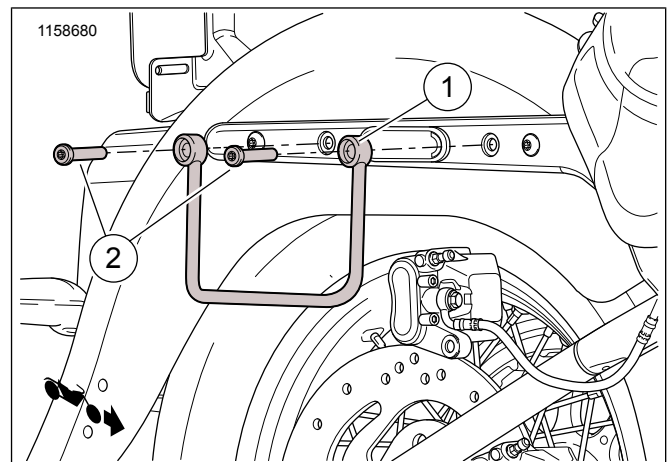

Figura 2. Parts tas-Service: Traversi ta' Appoġġ tas-Sarġ
Ara Figura 2 u Tabella 1
4. Figura 2 Installa t-travers tal-appoġġ (1) l-appoġġ tal-fender ta' wara permezz tal-vit (2) mill-kitt.
6. Figura 2 Installa t-travers tal-appoġġ (1) l-appoġġ tal-fender ta' quddiem permezz tal-vit (2) mill-kitt.